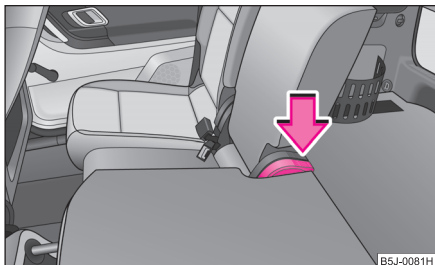

Fig. 57 Rabatarea în spate a spătarului scaunului
- Apăsăți maneta ⇒ fig. 57 și rabatați spătarul scaunului la loc. Asigurați-vă că spătarul scaunului este fixat.